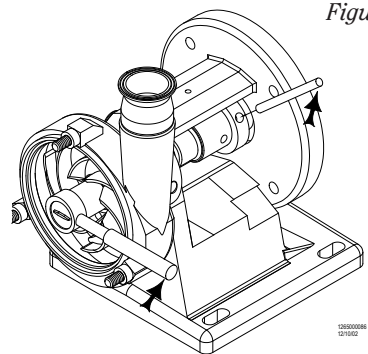

Figura 7
- e) Coloque la varilla de diámetro de 3/8 de pulgada en el agujero situado en el eje. Haga que la varilla se apoye en el soporte de la brida de la bomba (nº2) para evitar que el eje gire mientras se afloja la tuerca del impulsor (nº23) con la llave de tubo de 15/16 de pulgada (*Figura 7*). Quite la tuerca del impulsor y el empaque de la tuerca del impulsor (nº25).